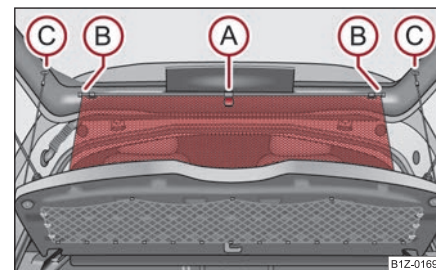

Fig. 68 Desfacerea ruloului parasolar
- Trageți ruloul parasolar de curelușă (A) și agățați-l în suportul (B) ⇒ pagina 67, fig. 68.